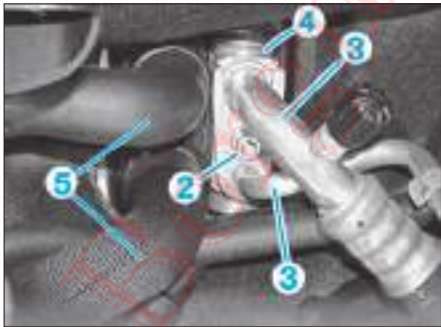

FIG. 17
- Déposer la vis (2) (Fig.17).